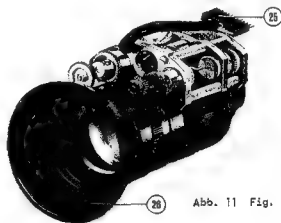

Abb. 11 Fig. 11
- Stecker (25) Abb. 11 des Objektivantriebs mit der oberhalb des Objektivs angeordneten Buchse (24) Abb. 10 verbinden
- Vorderen Verschlussdeckel des Objektivs entfernen und beigegebene Gegenlichtblende (26) Abb. 11 aufschrauben
- Connect plug (25) Fig. 11 of the lens drive with socket (24) Fig. 10 above the lens mount.
- Remove front lens cover and fit the counter light hood (26) Fig. 11, supplied.